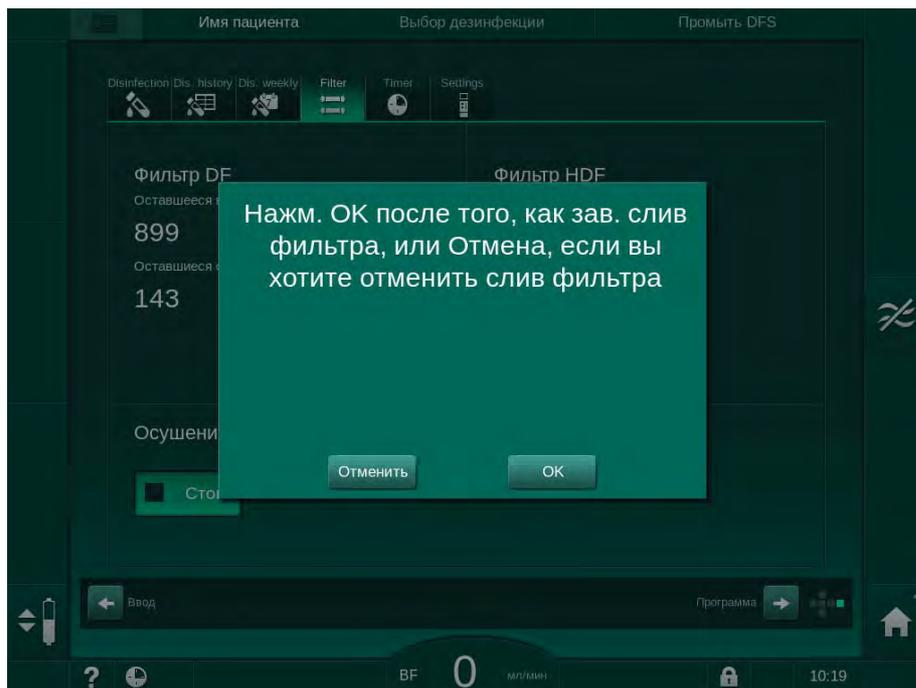

Рис. 7-3 Окно подтверждения замены фильтра
14. Нажмите ОК в окне подтверждения замены фильтра (Рис. 7-3), чтобы подтвердить замену фильтров.